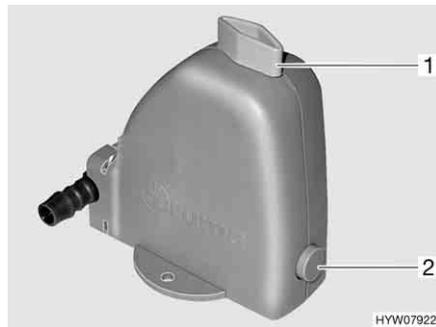

Fig. 184 Válvula de seguridad/purga de la caldera
La caldera está equipada con una válvula de seguridad/purga (Fig. 184). La válvula de seguridad/purga evita que el agua de la caldera se congele cuando no esté conectada la calefacción en caso de helada.
- Cerrar la válvula de seguridad/purga. Para ello, girar el botón giratorio (Fig. 184,1) a la posición transversal en referencia a la válvula de seguridad/purga y hundir el pulsador (Fig. 184,2).
- Abrir la válvula de seguridad/purga. Para ello, girar el botón giratorio (Fig. 184,1) a la posición longitudinal en referencia a la válvula de seguridad/purga. El botón de presión (Fig. 184,2) salta hacia fuera. La caldera se vacía hacia fuera a través de la válvula de seguridad/purga.